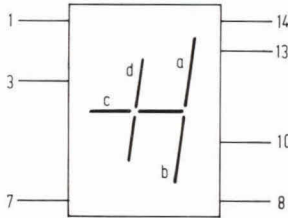

Fig. 10. common anode: 3 en 14; a=1; b=13; c=10; d=8.
- Aansluitingen en karakteristieken: zie fig. 10.